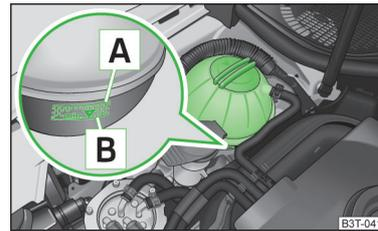

Fig. 131
Para rellenar, utilizar solamente aquel líquido refrigerante cuya designación se encuentre en el depósito de compensación del líquido refrigerante » fig. 131 de la página 175.
- No rellenar el depósito de líquido refrigerante por encima de la marca **A** » fig. 131 de la página 175.
- Comprobar el nivel de líquido refrigerante en el depósito de compensación del mismo » fig. 131. Con el motor frío, el nivel de líquido refrigerante debe encontrarse entre las marcas **B** (mín.) y **A** (máx.). Con el motor caliente, el nivel puede sobrepasar también ligeramente la marca **A** (máx.).
¡No rellenar el depósito de líquido refrigerante por encima de la marca  (máx.) » fig. 131 de la página 175! El líquido refrigerante excedente es expulsado del sistema de refrigeración a través de la válvula de sobrepresión situada en el tapón de cierre del depósito de compensación del líquido refrigerante al calentarse.